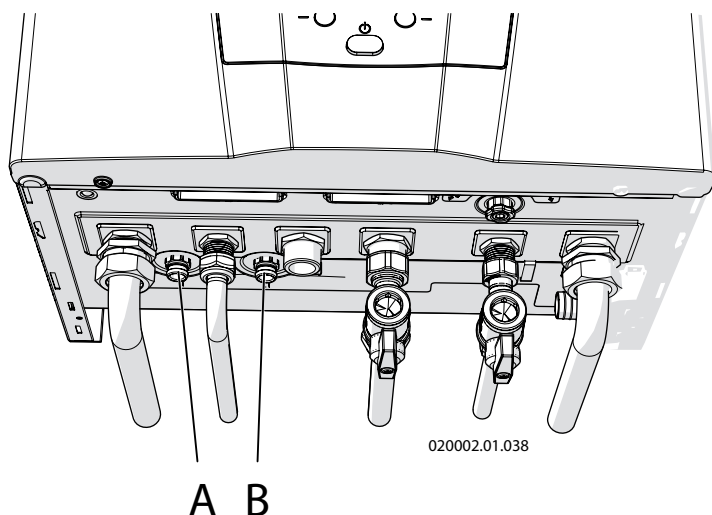

Figura 8.16 - Rubinetti di scarico circuito riscaldamento
- 5.- collegare ai rubinetti di scarico "A" e "B" (vedi figura 8.16) un tubo flessibile di gomma e convogliarlo nello scarico di un lavello o simile;
- 8.- una volta evacuata tutta l'acqua richiudere gli sfiati degli elementi riscaldanti ed i rubinetti di scarico "A" e "B" di figura 8.16.